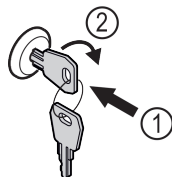

Fig. 144 Ilustrační zobrazení
- ▶ Klíč zasuňte dovnitř Fig. 144 (1).
- ▶ Otáčejte klíčem o 90° ve směru hodinových ručiček Fig. 144 (2).